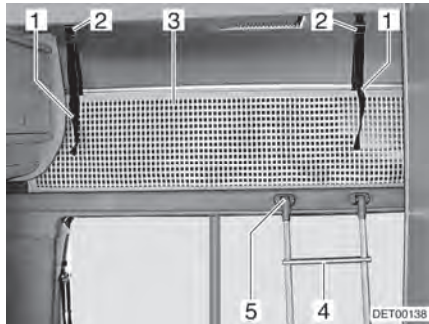

Bild 70 Alkovesäng
**Steg** För att komma upp i alkovesängen ska man alltid använda den medföljande stegen (Bild 70,4).
*Haka fast:* ■ Haka fast stegen med krokarna (Bild 70,5) på alkovramen.
**Skyddsnet** Skyddsnetet (Bild 70,3) är standard. Det ligger mellan madrassen och ribbbotten. Skyddsnetet ska först monteras när personerna som ska sova där befinner sig i alkoven.
*Hänga upp:* ■ Haka fast fästbanden (Bild 70,1) i fästena (Bild 70,2) i taket.